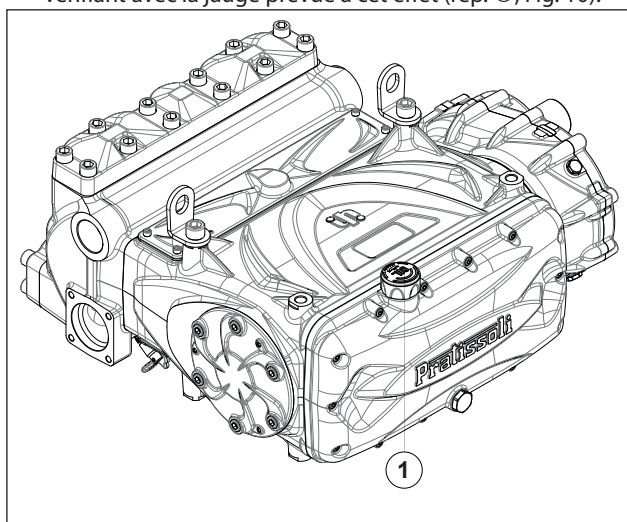

Fig. 10
5. L'huile dans le carter de la pompe est au bon niveau, en le vérifiant avec la jauge prévue à cet effet (rep. ①, Fig. 10).